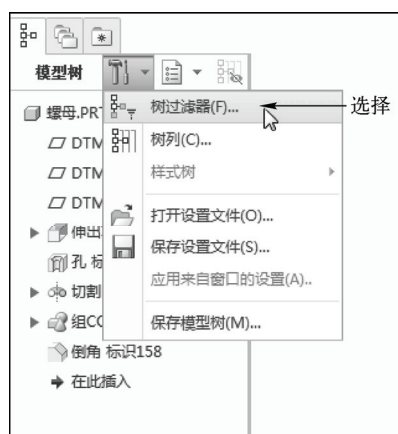

图 7-6 选择“树过滤器”选项
STEP 02 在模型树中单击“设置”按钮, 在弹出的列表中选择“树过滤器”选项，如图 7-6 所示。